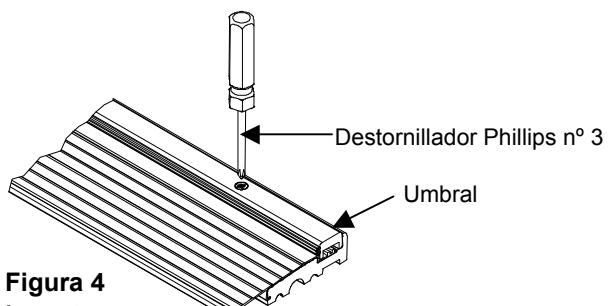

Figura 4
- 4 Para una puerta que abre para adentro con umbral ajustable, ajuste el umbral según la Figura 4 de manera que exista un contacto uniforme entre el barrido de la puerta y el umbral. Para probar, coloque una lámina de papel entre el barrido de la puerta y el umbral, cierre la puerta y tire. El ajuste correcto tendría una leve tensión, pero si se divide el papel, latensión es demasiado alta.